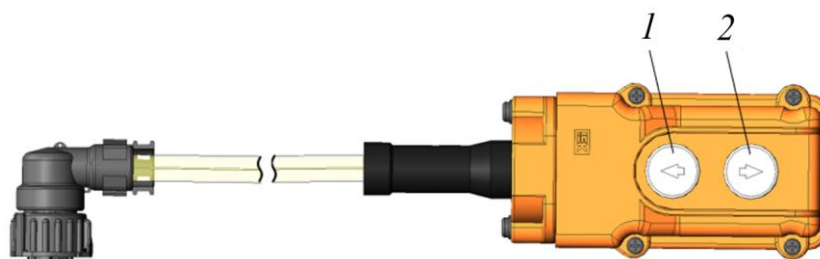

Рисунок 5.9. Пульт управления подъемом кабины
- Используя кнопки пульта управления поднять кабину. Для подъема кабины необходимо удерживать кнопку 1, для опускания кабины удерживать кнопку 2, рис. 5.9
- ▶ Удерживая кнопку 2 (рис. 5.9) пульта управления опустить кабину оператора.